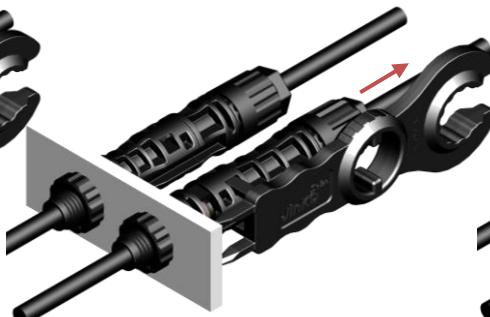

Figure 23
- ✧ 拉拔电缆连接器，即可分开公母连接器（如图 23&24）。
Pull the cable connector by hand respectively. The connector can now be separated (Fig. 23 &24).